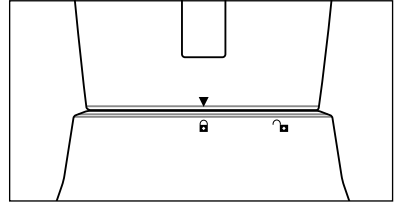

Fig. 3
- 5) Veillez à ce que le bec verseur du bol mixeur ③ soit fermé.
- 6) Déposez le bouchon doseur ① dans le couvercle ② de sorte que les crans du bouchon doseur ① passent dans les évidements du couvercle ②. Tournez ensuite le bouchon doseur dans le sens horaire jusqu'à ce qu'il soit bien fixé dans le couvercle.
- 7) Placez le bol mixeur ③ rempli et obturé sur le bloc moteur ⑥. Utilisez pour cela les évidements du bloc moteur ⑥ et veillez ce faisant à ce que la poignée du bol mixeur ③ soit orientée vers le symbole  (voir fig. 3). Tournez le bol mixeur ③ dans le sens horaire en direction de la position , jusqu'à ce qu'il s'enclenche de manière audible. Le moteur ne peut démarrer que si le bol mixeur ③ repose à ras sur le bloc moteur.